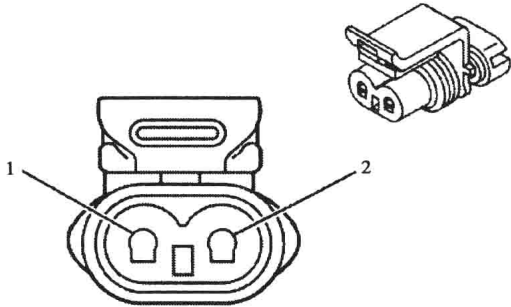

图 1-1-14 蒸发排放（EVAP）炭罐清污电磁阀连接器端子图
5. 蒸发排放（EVAP）炭罐清污电磁阀连接器端子图（图 1-1-14）及端子功能表（表 1-1-5）